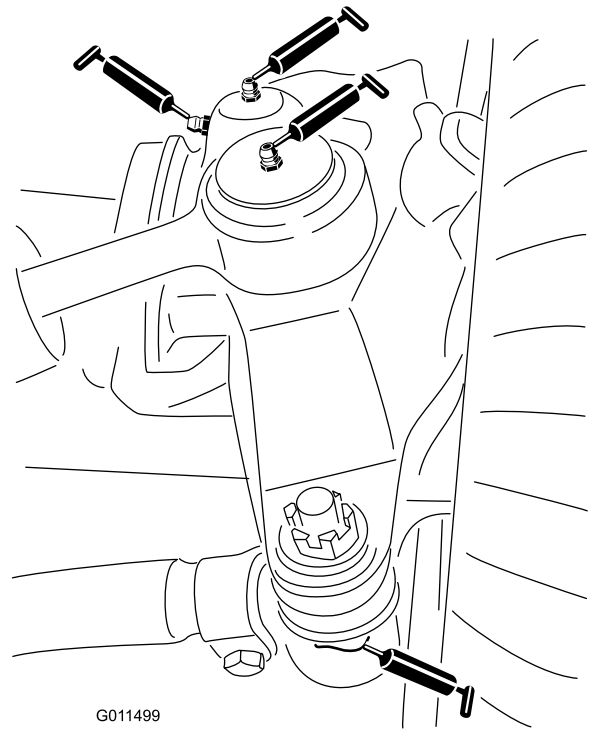

Bild 39
- Lenkzylinder-Kugelgelenke (2) (Bild 39)
- Zugstange-Kugelgelenke (2) (Bild 39)
- Achsschenkelbolzen (2) (Bild 39)